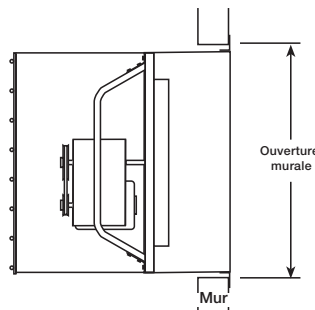

Figure 4 — Pose avec grille à travers mur
- b. La Figure 4 montre une pose de caisson de grille à travers le mur pour ventilateur d'extraction. Monter d'abord le ventilateur à l'intérieur du caisson de grille. Glisser ensuite le caisson de grille avec le ventilateur à l'intérieur à travers le mur. La visserie nécessaire pour cette option est fournie. Il s'agit de vis de